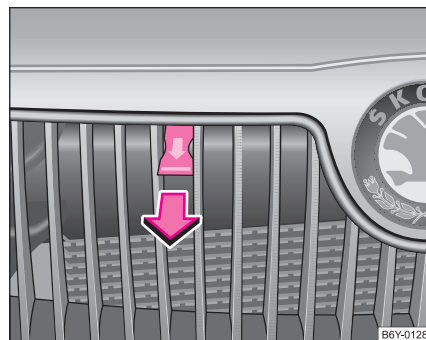

Abb. 139 Kühlergrill: Zuggriff
- Ziehen Sie an dem Zuggriff ⇒ Seite 190, Abb. 139, die Motorraumklappe wird vollständig entriegelt.